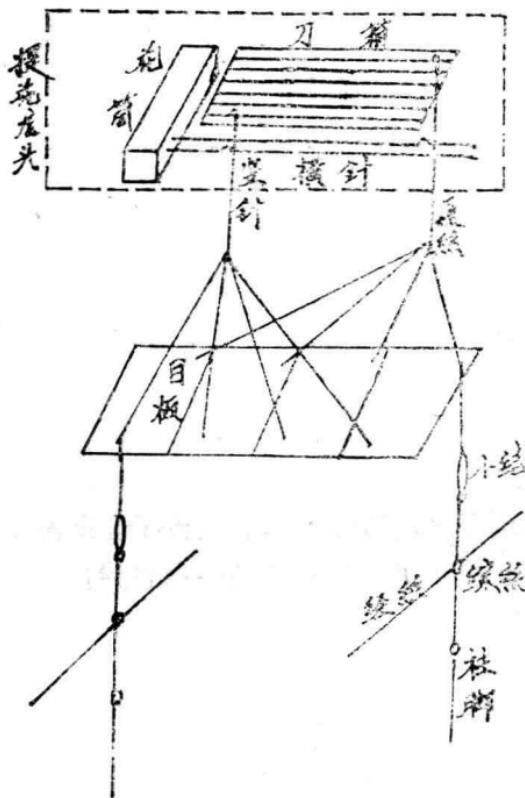

图 1—7 提花龙头开口机构示意图
2. 投梭运动：由投梭机构完成。投梭机构主要包括：直轴，投梭凸轮、投梭转子、侧轴、打手、打棒、皮结等。如图 1—3 所示。丝织机一般采用下投梭机构（K641 型织机）和中投梭机构（K251、252 型织机）。中、下投梭机构的不同主要是投梭转子在投梭凸轮的上方还是下方，传递给打棒的作用力点在打棒的中间还是在打棒的下方。